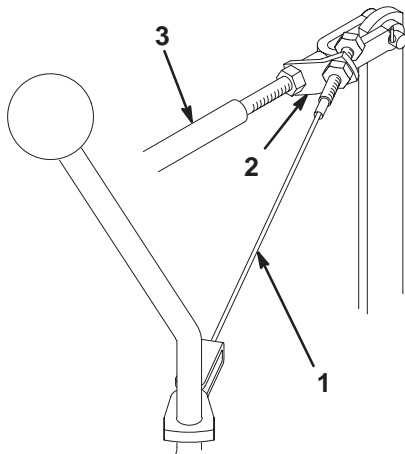

Bild 51
1. Lockern Sie die vordere Klemmmutter, mit der die Kabelgruppe an der Halterung der Mäh-/Hubschaltstange befestigt ist (Bild 51).
3. Ziehen Sie, während Sie die Mäh-/Hubschaltstange in ihrer hinteren Stellung halten, die hintere Sicherungsmutter fest, um fast das ganze Spiel aus der Kabelgruppe zu entfernen (Bild 51). Spannen Sie das Kabel nicht zu fest.